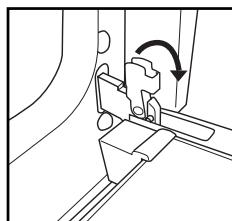

Fig. 1
2. Levante las sujetacorreas y empújelas al máximo hacia delante (Fig. 1).